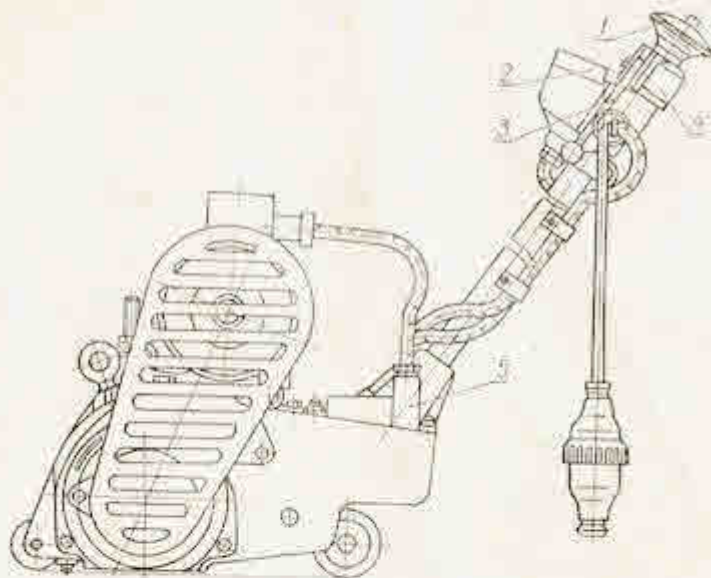
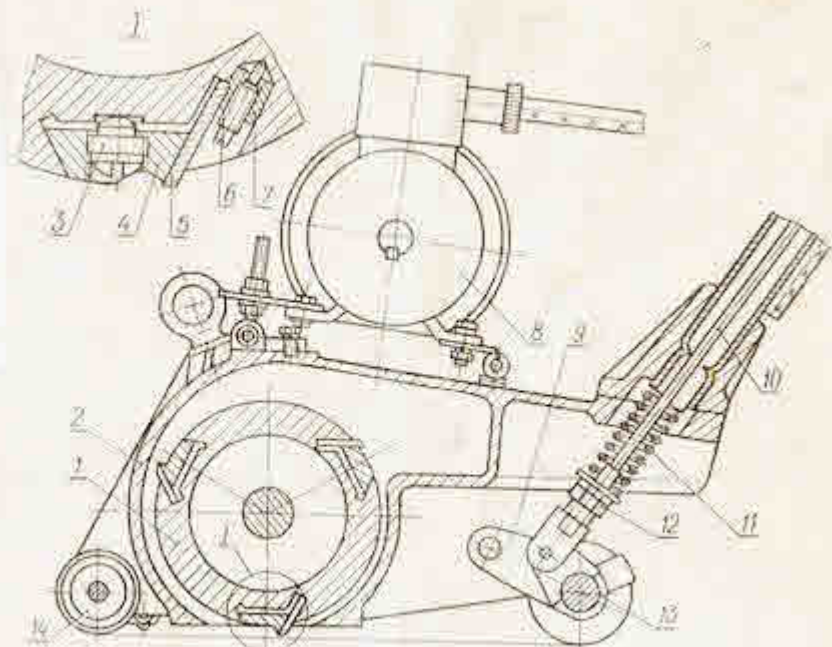
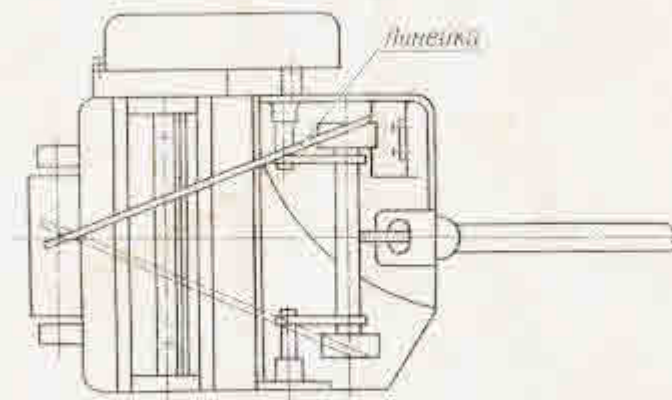

Рис. 1. Машиня для строжки деревянных полов.
Рис. 2. Машиня для строжки деревянных полов. Продольный разрез
Рис. 7. Схема регулировки подложки ножей
Машиня для строжки деревянных полов (рис. 1, 2) состоит из корпуса, кожесого барабана, электродвигателя, узла уравнивания и ходового колеса.
Корпус машини 2 (см. рис. 2) представляет собой деталь коробчатой формы со специальной полостью для установки кожесного барабана и отверстием в задней части для выброса стружки. Кожесовой барабан 1 выполнен в виде цилиндра с казками типа «ластовый хвост», в которых с помощью винтов 3 и сущерой трапецидальной формы 4 крепятся ножи 5.
Вращение пожарному барабану передается от двигателя на корпус машины электродвигателя 8 (см. рис. 2) через клиноременную передачу.
Узел управления 9 (см. рис. 1) имеет стопор и рукоятки для перемещения машины, устройство для регулировки глубины строгания и быстрого отвода барабана по тону резания.
Глубина строгания регулируется подпружинен в опущенном виде коды 12 (см. рис. 2), установленный на трансверсе 9.
Перемещение трансверсы осуществляется рычагом 1 (см. рис. 1) через тягу 10
(см. рис. 2), вращающуюся на амортизационную пружину 11. Усилие пружины регулируется гайкой 12 (см. раздел «Подготовка машины к работе»). При вращении гайки 1 (см. рис. 1) по часовой стрелке тяга сжимает пружину, поднимает трансверсу с задними колесами; барабан опускается, увеличивая έτσι глубину строгания. При вращении гайки против часовой стрелки пружина выталкивает трансверсу с задними колесами, поднимает барабан и тем самым уменьшается глубина строгания.
крепления уже находящихся там. Для этого машину переверните, обеспечив свободный доступ к ножам (рис. 7).
Для установки ножа 1 (см. рис. 2) опустите сухарь 4 внутрь паза, отвинтите три упорных винта 3, опустите колоду 7 для подъема ножей в гнезде, вывинтите винты 6, вставьте нож так, чтобы его режущая кромка была обращена в сторону переднего ридика.
Рукоятку 3 (см. рис. 1) переведите в рабочее положение, гайку 12 (см. рис. 2) установите в крайнее левое положение. Приложите линейку так, как показано на рис. 7 и вращением гайки 11 (см. рис. 1) добейтесь того, чтобы передний и задний ридики и режущая кромка ножа касались дисковой. Регулировку производите по фланцу упорной стороне ножа. Выставьте другую сторону ножа и зажмите сухарем 4 (см. рис. 2). Переведите рукоятку 3 в транспортное положение и гайкой 12 подожмите пружину 11 на расстояние 80–82 мм. Ножи крепите с особой тщательностью, так как при вращении дожатый барабан возникает центробежная сила, и они могут вырваться. Слабо зажатый барабан возникает центробежная сила, и они могут вырваться. Слабо зажатый барабан возникает центробежная сила, и они могут вырваться из корпуса машины и причинить вред.
Перед включением машины проверьте положение рукоятки 3 (см. рис. 1), которая должна занимать крайнее левое положение.
- приведите во вращение ножевой барабан, правой рукой поверните рукоятку 3 (см. рис. 1) по часовой стрелке до упора (пустите барабан), а затем той же рукой, вращая гайку 1, отрегулируйте глубину строгания;